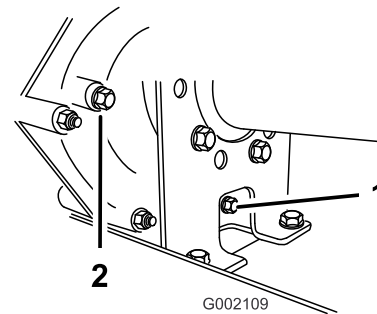
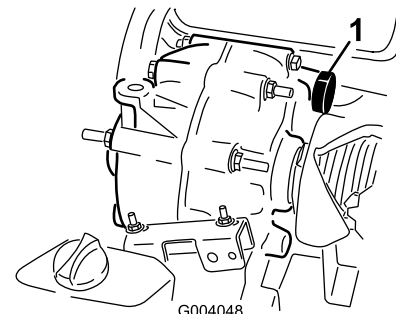

Bild 35
Bild 36
2. Entfernen Sie die Ablassschraube an der rechten Seite des Behälters (Bild 35) und lassen die Flüssigkeit in eine Auffangwanne ablaufen.
4. Füllen Sie ungefähr 1,4 Liter SAE 10W30 Motoröl in den Behälter (Bild 36) oder füllen Sie soviel Öl ein, dass der Ölstand an der Unterkante des Füllstand-Prüf Lochs liegt (Bild 35).